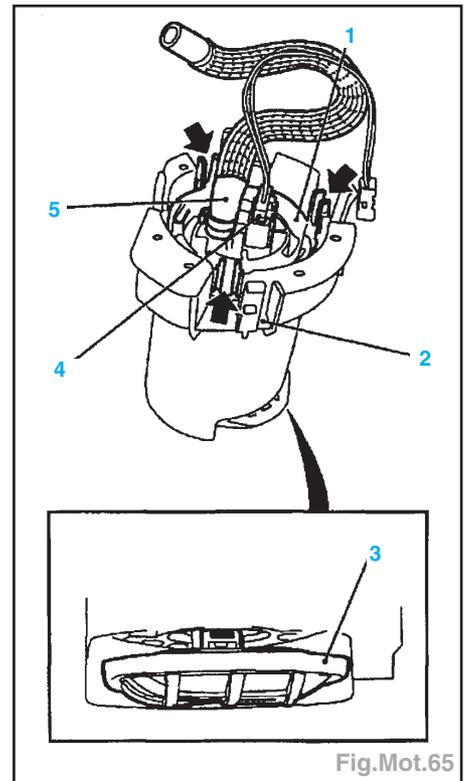

Fig.Mot.65
- **En cas de remplacement de la pompe à carburant (Fig.Mot.65) :**
- déclipser le tamis (3), presser les agrafes (flèches) vers l'intérieur et glisser en même temps la bague (1) du corps de pompe (2), enlever la bague et la pompe du corps de pompe, déposer la fiche (4) et la durit (5).